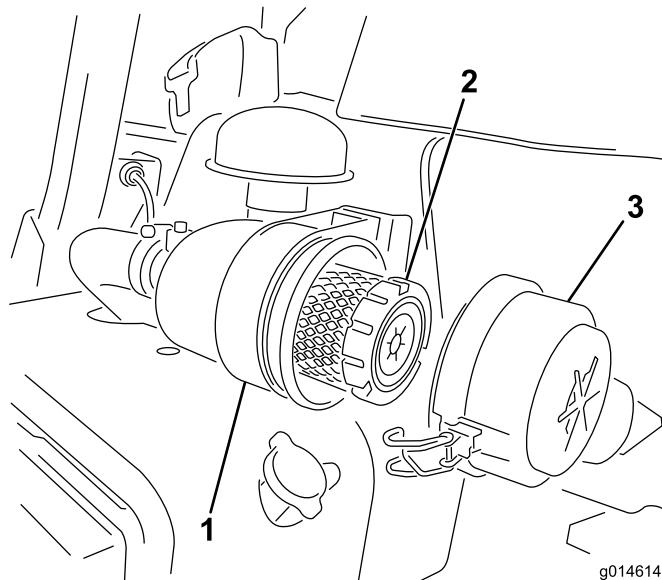

図 41
- エアクリーナのカバーをボディに固定しているラッチを外す(図 41)。
- ラッチをしっかりと掛ける (図 41)。